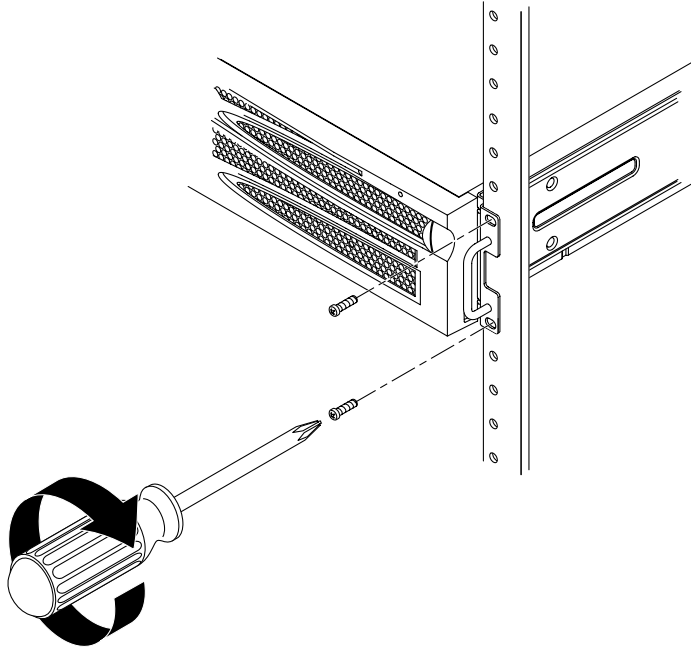

ABBILDUNG 3-4 Befestigen der Vorderseite des Servers am Rack
7. Befestigen Sie unter Verwendung von zwei Schrauben auf jeder Seite die Vorderseite der Montagewinkel, die seitlich am Server angebracht sind, an der Vorderseite des Racks (ABBILDUNG 3-4).